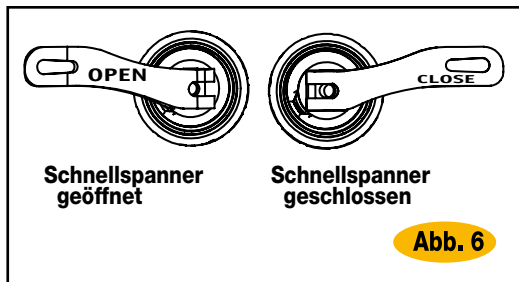

Abb. 6
- Versichern Sie sich, dass die Laufräder fest am Rahmen mit dem korrekt verschlossenen Schnellspanner verankert sind. (Abb.6) **Achtung, ein Lösen des nicht korrekt verschlossenen Schnellspanner, kann zu Unfällen mit schweren oder tödlichen Verletzungen führen.**
Die entsprechende Markierung ist am Hebel unlöslich aufgeprägt. Bei jedem Gebrauch des Fahrrads sorgfältig überprüfen, ob der Hebel auf Position CLOSE steht (bei geschlossenem Hebel muss im vorderen Bereich der Befestigung die Aufschrift CLOSE ersichtlich sein) (Abb.6).